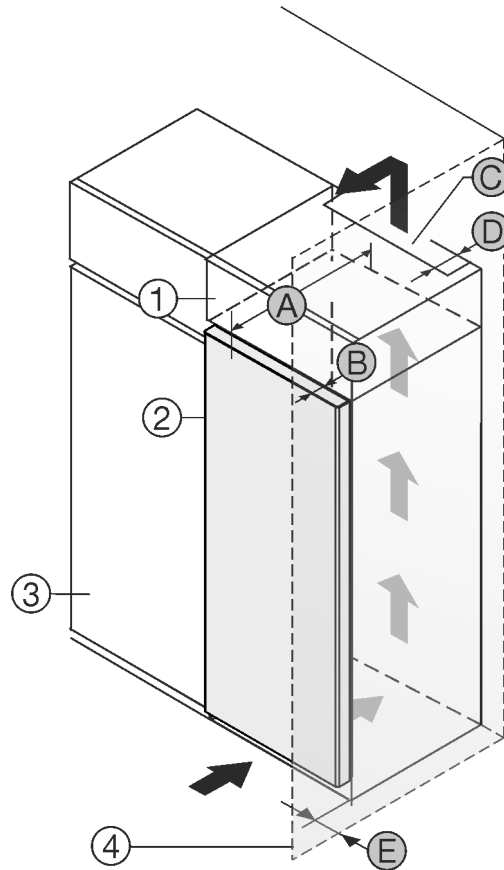

Fig. 1
- (1) Nastavná skříňka
- (2) Příklad
- (3) Kuchyňská skříň
- (4) Stěna
- (A) Hloubka přístroje
- (B) Hloubka dvířek
- (C) Ventilační průřez
- (D) Vzdálenost zadní strany přístroje
- (E) Vzdálenost k zadní straně přístroje
Příklad nainstalujte přímo vedle kuchyňské skříňky Fig. 1 (3). Na zadní straně nastavné skříňky musí být větrací šachta hluboká Fig. 1 (D) přes celou šířku nastavné skříňky. Pod stropem místnosti musí být dodržen ventilační průřez Fig. 1 (C).
Když se přístroj instaluje závěsy vedle stěny Fig. 1 (4), musí být vzdálenost mezi přístrojem a stěnou minimálně 13 mm.
Když se přístroj instaluje závěsy vedle stěny Fig. 1 (4), musí být vzdálenost mezi přístrojem a stěnou minimálně 20 mm.
Aby bylo možné dvířka plně otevřít, musí přístroj přesahovat o hloubku dvířek Fig. 1 (B) vůči přední linii kuchyňské skříňky. V závislosti na hloubce kuchyňských skříněk Fig. 1 (3) a použití vymezovačů odstup od stěny může přístroj vyčnívat dále.